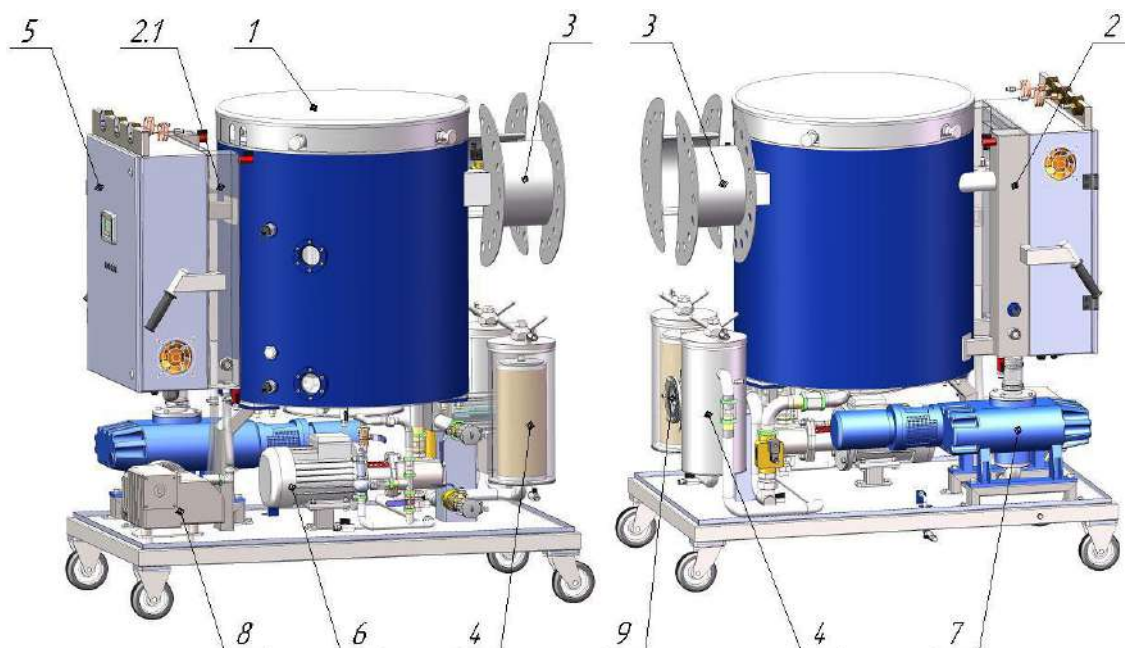

Figura 1- Vista generale
**1.1** L'installazione (Figura 1) è una piattaforma su cui si trovano tutti i componenti. La piattaforma è installata su ruote.